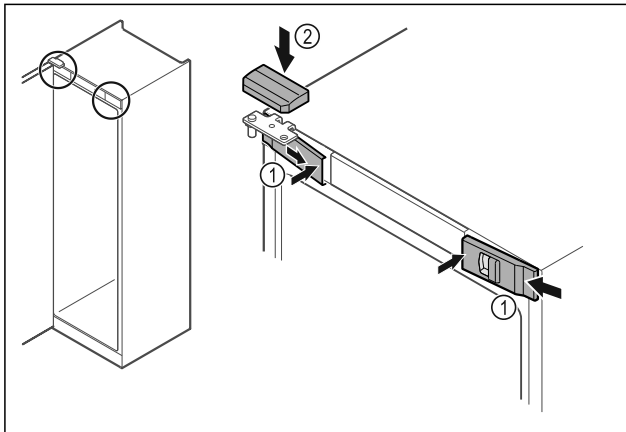

Fig. 53
- ▶ Accrocher les caches avant Fig. 53 (1) par les côtés et les enclencher en appuyant sur l'intérieur.
- ▶ Insérer le cache supérieur Fig. 53 (2) par le haut.